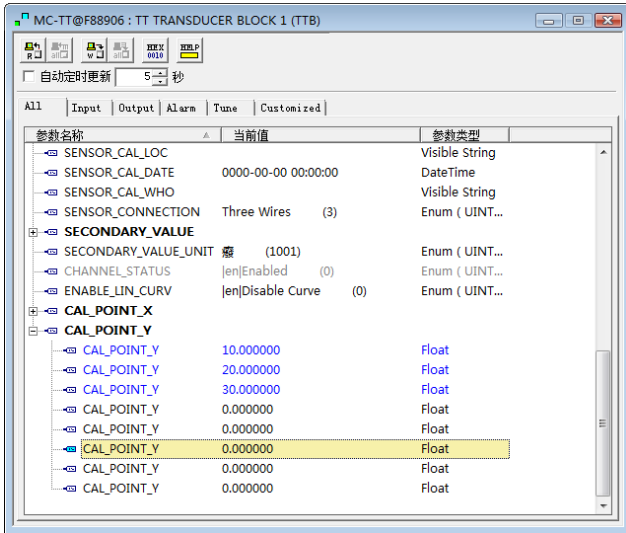

图4.4 CAL\_POINT\_Y 的配置
- 1) 智能温度变送器提供 8 个校正点输入，即变换块的参数 CAL\_POINT\_Y 数组，用户可以依次将要校准的输出值写入数组并选择好单位。例如，在进行三点插值校准时，用户可选择 10, 20, 30 作为校准点，将这三个值依次写在 CAL\_POINT\_Y 数组里，如图 4.4 所示。